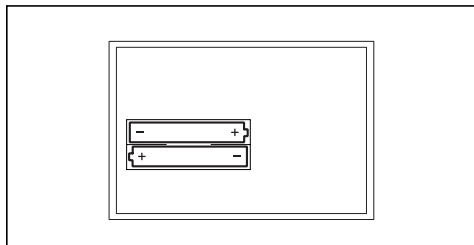

Fig. 4.2 Remplacement des piles
- Vous pouvez ensuite remplacer les piles (2 piles AAA-LR03 ; fig. 4.2). Respectez la polarité des piles.